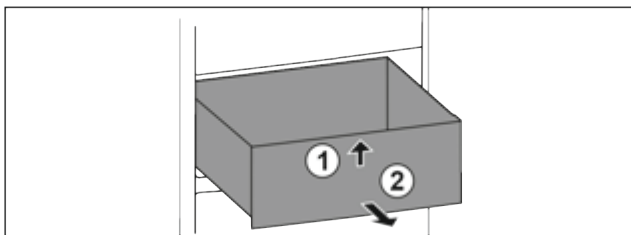

Fig. 33
- ▶ Підняти висувний ящик спереду. Fig. 33 (1)
- ▶ Вийняти висувний ящик рухом вперед. Fig. 33 (2)